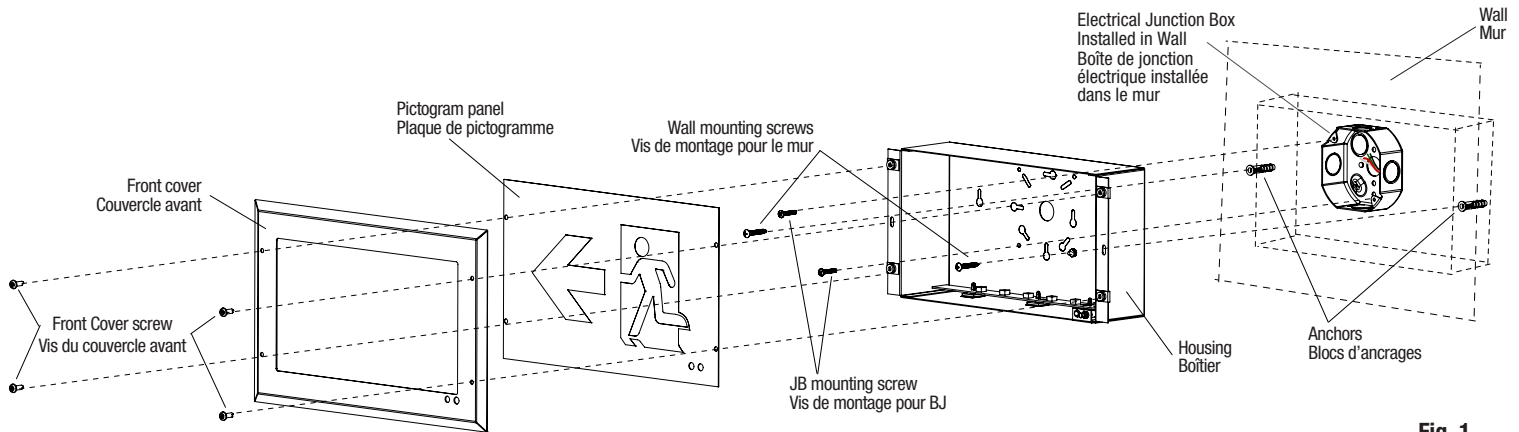

Fig. 1
7. Mount the sign securely into place on the junction box, using the two (2) screws.
Use the other two (2) mounting screws and anchors to fix the unit on the wall (Fig. 1).
8. Slide the faceplate "RUNNING MAN" fibre into the sign frame, then install it together with the front cover using the four (4) screws as shown in Fig. 1.
3. Remove the front cover and the pictogram panel by unscrewing the four (4) screws (Fig. 1).
3. Retirer le couvercle avant et le panneau du pictogramme en dévissant les quatre (4) vis (Fig. 1).
7. Monter l'unité de façon sécuritaire en place sur la boîte de jonction en utilisant les deux (2) vis. Utiliser les autres vis de montage et les ancrés pour fixer l'unité dans le mur (Fig. 1).
8. Glisser le pictogramme "RUNNING MAN" dans le cadre de l'enseigne et l'installer ensemble avec le couvercle avant en utilisant les quatre (4) vis comme montré dans la Fig. 1.